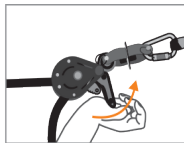

Fig. 5
Montera ned livlinan genom att dra i kampsaken (4) (**Bild 5**). Lossa hela anordningen och packa ned den i dess ursprungliga väska. Låt inte livlinan sitta kvar efter en arbetsinsats. Den får monteras för högst en dags arbete.